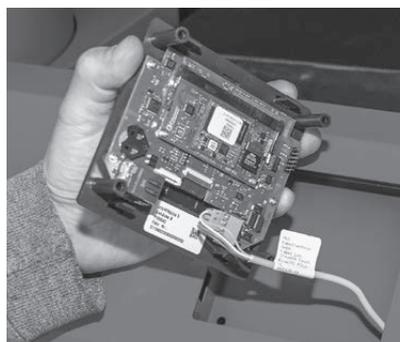

Fig. 95 Allacciare il cavo di collegamento
- ▶ Allacciare il cavo di collegamento – Fig. 95.